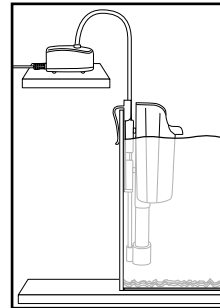

Fig. 4
4. Pour empêcher l'aspiration d'eau dans la pompe à air, fixez solidement la pompe sur une tablette plus élevée que le niveau d'eau de l'aquarium. Ne placez pas la pompe à air directement au-dessus de l'aquarium, d'où elle pourrait tomber dans l'aquarium (Fig. 4).